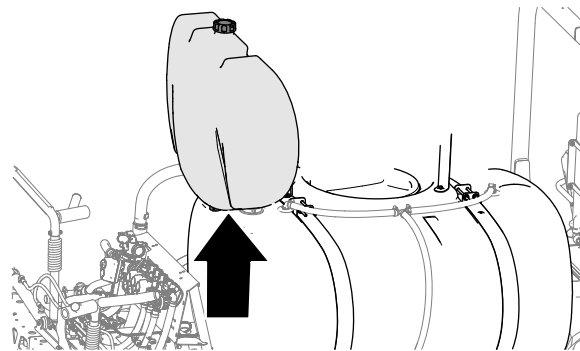

Figura 5
6. Togliete il serbatoio di lavaggio dalla macchina (Figura 5).